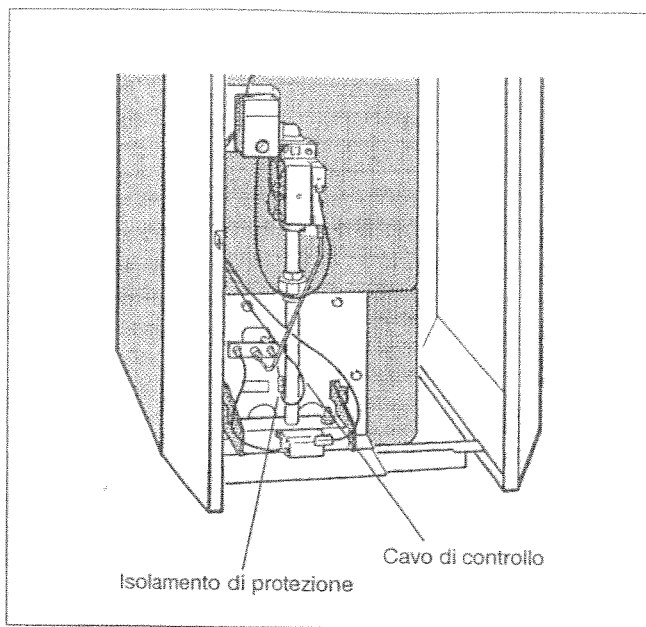

Fig. 36: Cavo di controllo
- Rimuovere l'isolamento di protezione dal cavo di controllo (Fig. 36) e staccare i connettori.